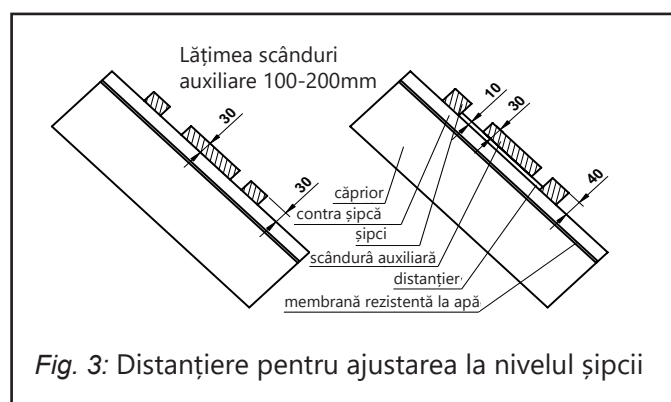

Fig. 3: Distanțiere pentru ajustarea la nivelul șipcii
- înălțimea scândurii auxiliare de la contra șipcă poate fi ajustată la valoarea șipcii prin introducerea unui distanțier (vezi fig.3)